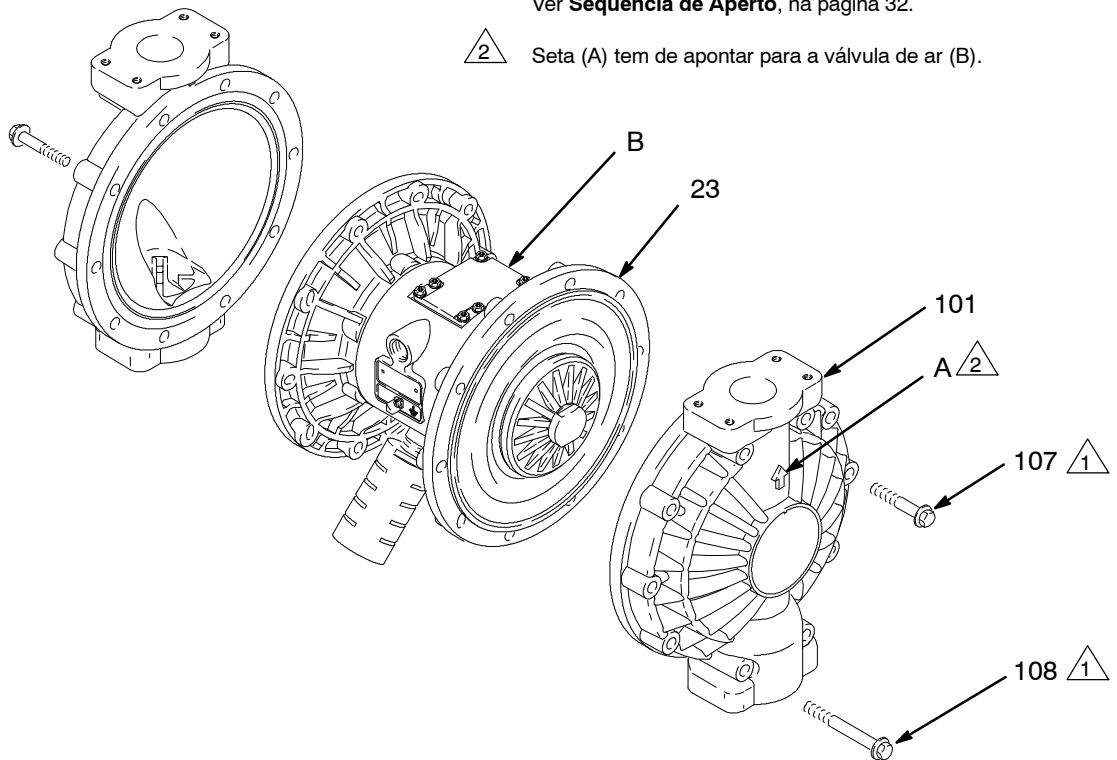

Fig. 12
3. Usando uma chave de tubos de 13 mm, remova os parafusos (107 e 108) que prendem as tampas do líquido (101) para as tampas de ar (23). Retire as tampas do líquido (101) fora da bomba. Ver Fig. 12.
4. Aplique Loctite® de força média (azul) ou equivalente para as roscas das placas de líquido laterais (105). Segure uma das placas exteriores (105) com uma chave e aperte a outra placa exterior para 20 a 25 pés-lb (27 a 34 N•m) a 100 rpm máximo. Não aperte em demasia.
5. Alinhe as tampas de líquido (101) e da caixa central (1) para que as setas (A) nas tampas estejam direcionadas no mesmo sentido que a válvula de ar (B). Fixe as tampas com os parafusos (107 e 108), manualmente. Instale os parafusos mais longos (108) nos furos de cima e de baixo das tampas. Ver Fig. 12.
6. Primeiro aperte os parafusos mais longos (108) opostamente e uniformemente a 190–220 pol-lb (21–25 N•m), utilizando uma chave de tubo de 13 mm. Depois aperte os parafusos mais pequenos (107). Ver **Sequência de Aperto**, na página 32.